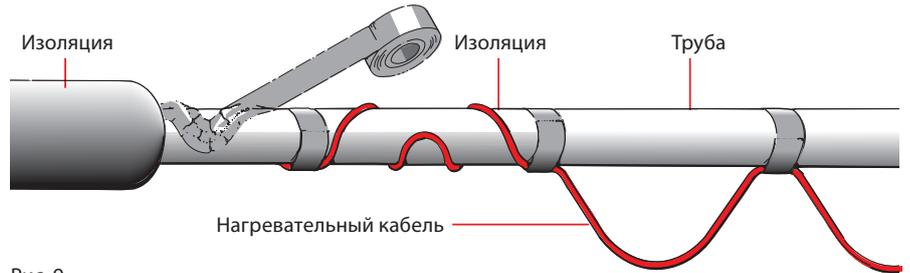

Рис. 9
2. Кабель крепится волнами или по спирали, см. рис. 9.